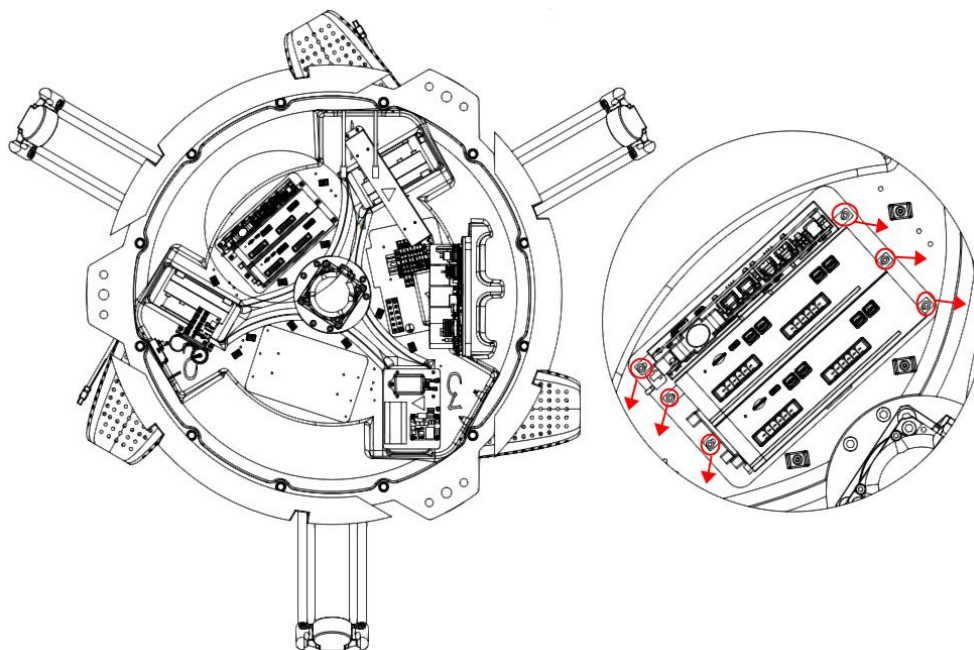

图 4-6 拆卸内六角螺钉
- 步骤3 拆卸控制器固定连接件上螺钉，将控制器从控制柜中拆出，如图 4-6 所示。